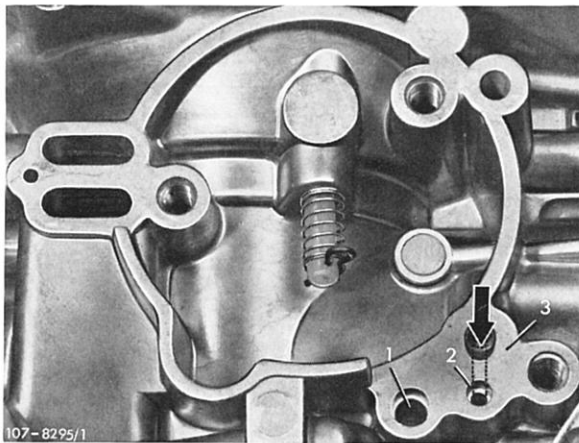

Bild 07–6/16
4 Starterdeckel und Startergehäuse ausbauen. Anschließend Startergehäuse mit einstellbarer Zusatzluftschraube 000 070 **1347** einbauen (Bild 07–6/19). Falls ein Starterdeckel mit Kennzahl 2 (eingeschlagen im Deckel) eingebaut ist, muß dieser gegen einen anderen mit Kennzahl 102 oder 90 ausgewechselt werden.
5 Am Vergasergehäuse von der Ansenkung aus (Pfeil im Bild 07–6/16) schräg ein Loch 2,5 mm ϕ bis in den Kraftstoffkanal (2) bohren.
6 Bei ausgebautem Startergehäuse prüfen, ob der Mitnehmerhebel der Bimetallfeder (Pfeil im Bild 07–6/17) im **rechten Winkel** zum Startergehäuse steht, evtl. Hebel nachbiegen.
Anschließend Starterdeckel auf Startergehäuse auflegen und in Drehrichtung **nach rechts** langsam so weit drehen, bis der Starterhebel (Bild 07–6/18, Pos. 3) auf Mitte der zweiten